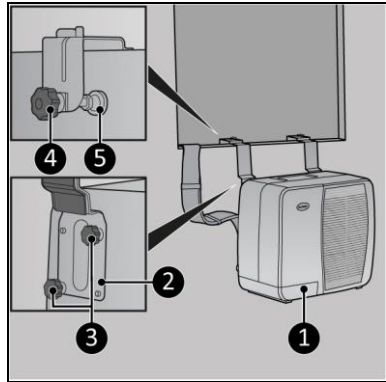

Abbildung 6
1. Befestigen Sie die großen Halterungen (Abbildung 6, Pos. 2) an der Außeneinheit (Abbildung 6, Pos.1), indem Sie zwei Schraubkappen pro Halterung (Abbildung 6, Pos. 3) festziehen.
2. Hängen Sie das Außengerät (Abbildung 6, Pos. 1) an das gewünschte Fenster und stellen Sie sicher, dass das Innengerät sicher auf einem Tisch steht.
3. Ziehen Sie die Einstellschraube (Abbildung 6, Pos. 4) pro Halterung fest. Stellen Sie sicher, dass der Stoßfänger (Abbildung 6, Pos. 5) vertikal ausgerichtet ist. Verwenden Sie bei Bedarf den abnehmbaren Block für dünnere Wände oder Fensterrahmen.